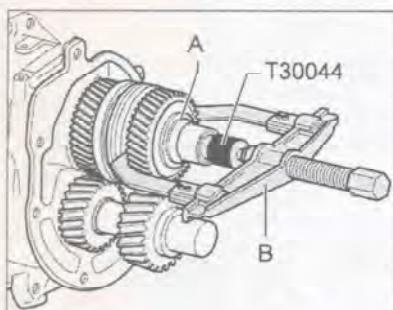

Рис. 7.196. Снимите шестернию 5-й передачи с внутренней обоймой подшипника (A) с первичного вала с помощью съемника Kukko 20/10 (B).
15. Снимите шестерню 5-й передачи с внутренней обоймой подшипника (A) с первичного вала с помощью съемника Kukko 20/10 (B) (рис. 7.196).